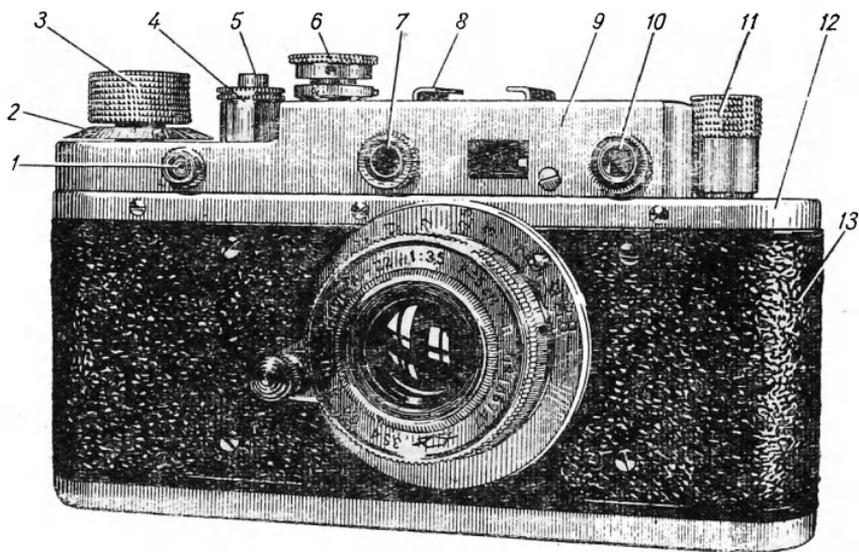
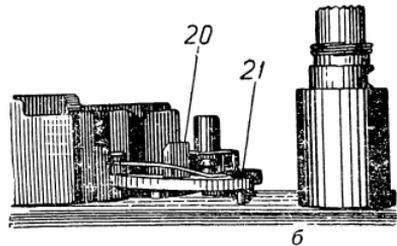
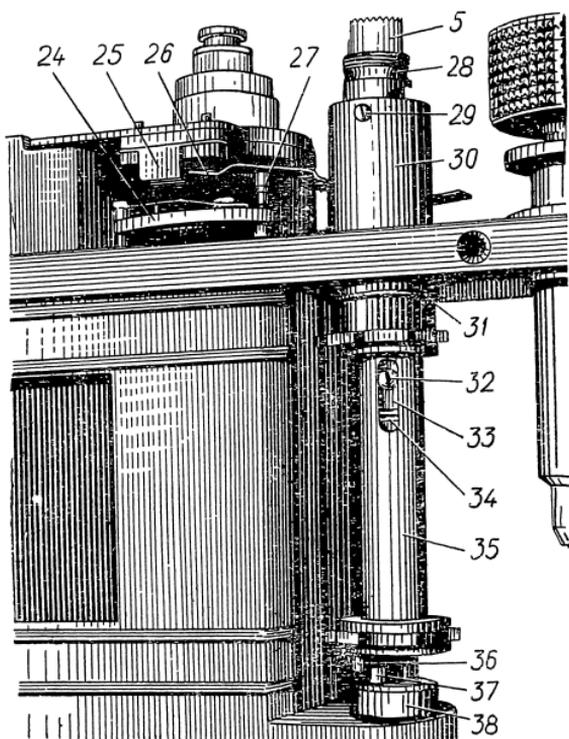
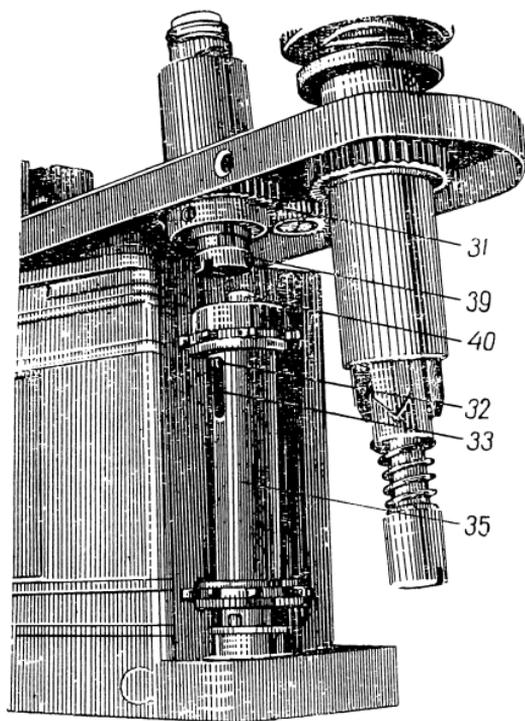

Рис. 148. Фотоаппарат «Зоркий-С»
Рис. 150. Синхроконтакт:
Рис. 152. Механизм выключения ведущего барабана.
Рис. 153. Втулки сцепления ведущего барабана.
Аппарат состоит из штепсельного гнезда 1 (рис. 148), лимба счетчика кадров 2, заводной головки 3, выключателя механизма 4, кнопки спуска 5, головки выдержек 6, клина 7, клеммы 8, верхнего щитка 9, переднего защитного стекла дальномера 10, головки возврата пленки 11, верхней монтажной крышки 12, корпуса 13.
В фотоаппарате «Зоркий» рычаг экспозиции 41 (см. рис. 88) крепится винтом с широкой головкой, под которой находится пружина. Головка выдержек 8 (рис. 78) устанавливается сверху. В аппарате «Зоркий-С» рычаг экспозиции 16 (рис. 150, а) немного выше и винт 14 крепления рычага 16 входит в отверстие головки выдержек 6 (рис. 149). При установке необходимой выдержки затвора головка вращается при неподвижном винте 14. В камере «Зоркий-С» можно устанавливать головку выдержек при незаведенном механизме. В винте 14 сделано сквозное отверстие, в которое при завинчивании вставляется стальная шпилька. Завинчивать винт плоскогубцами нельзя.
Штепсельное гнездо синхроконтакта находится на левой стороне щитка 9 (рис. 148), а контактный механизм и синхрорегулятор — под щитком.
проследить, чтобы рычаг экспозиции 16 (рис. 150, а) нигде не терся о диск 17. Положение кронштейна 18 может быть несколько изменено, так как сделанные в нем отверстия для винтов больше их диаметра.
Во всех системах аппаратов и затворов для замыкания контактов используется деталь, перемещающаяся постоянно на определенный угол или расстояние. В конструкции «Зоркий-С» для этой цели используются диск экспозиции 21 (рис. 150,а) и тормозная защелка 24 (рис. 152).
На диске экспозиции 21 (рис. 150, а, б) установлена стойка 20, которая при срабатывании затвора перемещается
Контакты блокировки замыкаются тормозной защелкой (см. стр. 218). При срабатывании затвора тормозная защелка 24 (рис. 152) опускается и дает возможность опуститься ламели 26 (палец ламели 27 опирается на тормозную защелку), которая размыкается с ламелью 25.
После срабатывания затвора тормозная защелка 24 передвигается вверх и размыкает контакты 25 и 26. Поэтому, несмотря на то, что стойка 21 (рис. 150, а), оставаясь неподвижной, продолжает соприкасаться с изгибом ламели (до очередного завода затвора), электрическая цепь размыкается.
Штепсельное гнездо 1 (рис. 148) соединено с контактным механизмом. Когда на камеру надевается верхний щиток, выступ контакта штепсельного гнезда, укрепленного на щитке, соприкасается с контактной ламелью.
Чтобы устранить неисправность, следует снять верхний щиток 9 (рис. 148) и пронаблюдать за работой стойки 20 (рис. 150, а), установленной на диске экспозиции 21. При срабатывании затвора стойка должна доходить до начала фигурного изгиба контактной ламели. Это и есть нулевое положение.
Если стойка не доходит до начала изгиба ламели или заходит очень далеко, следует взять рукой за подвижный диск 17 и повернуть его до установки контактной ламели в нужное положение. Необходимо проверить надежность установки стойки 20. Иногда стойка получает люфт, и синхроконтат перестает работать совсем либо нарушается его нулевое положение. При этом следует снять контактный механизм, рычаг экспозиции 16 и диск экспозиции 21. Укрепив стойку на диске экспозиции, нужно собрать все детали и узлы и отрегулировать нулевое положение синхрорегулятора. После этого устанавливают верхний щиток 9 (рис. 148) и фиксируют рукоятку синхрорегулятора.
4. Подгорание контактов. При длительном использовании импульсных ламп и особенно ламп-вспышек одноразового действия обгорают контакты (покрываются черным налетом), что вызывает нарушения электрической цепи. В таком случае следует снять щиток 9, осмотреть состояние контактных пружин и стойки 20 (рис. 150, а), зачистить подгоревшие места.
Механизм выключения сцепления ведущего барабана при обратной перемотке пленки (см. стр. 120) конструктивно изменен по сравнению с механизмом камеры «Зоркий», но принцип действия его остался тем же. В аппарате «Зоркий-С» барабан выключается из сцепления с заводной и спусковой шестернями при помощи специального устройства (рис. 152, 153). Внутри ведущего барабана 35 (рис. 152) находится спиральная пружина 34, прижимающая и удерживающая втулку 33 в крайнем верхнем положении. В барабане сделано продольное отверстие, в котором помещена головка винта 32. Соединительная втулка 33, расположенная в верхней части барабана, может передвигаться внутри него в пределах перемещения винта 32, так как винт завинчен в отверстие втулки.
Ведущая шестерня 31 (рис. 153), связанная с помощью других шестерен с заводным механизмом, приводит в движение барабан 35. Шестерня 31 связана с втулкой 39. Пальцы втулки 39 входят в зацепление с пальцами втулки барабана 33 и приводят в движение ведущий барабан 35. Чтобы ведущий барабан получил свободный ход, нужно разъединить между собой втулки, а также пальцы 36 (рис. 152) и 37, соединяющие ведущий барабан с заводной шестерней шторного затвора. Обе операции выполняются поворотом рукоятки выключателя 4 (см. рис. 148).
Рукоятка 4 навинчена на втулку 28 (рис. 152). В косой паз втулки входит торец винта 29. Винт направляет движение втулки, которая при повороте несколько опускается и передает движение стержню 40 (рис. 153) и трубке, расположенным внутри основания 30 (рис. 152). Стержень и трубка выжимают сцепление втулок 33 (рис. 153) и 39 и пальцев 36 и 37 (рис. 152).
Винт 29 (рис. 152) входит в отверстие спусковой кнопки 5. При нажатии на нее выжимается только ось 40 (рис. 153) и спусковая шестерня 38 (рис. 152), а при повороте втулки 28 разъединяются втулки 33 и 39 (рис. 153).
Кроме перечисленных деталей, в механизме выключателя есть спиральная пружина под спусковой кнопкой 5 (рис. 152) и спиральная пружина под втулкой 28. Кроме спусковой пружины, под втулкой 28 расположен стержень и две трубки, одна находится внутри основания 30, а вторая — внутри шестерни 31.
Для разборки верхней части механизма нужно отвинтить только винт 29. Чтобы не потерялись пружины при отвинчивании винта, нужно удерживать кнопку спуска 5 и втулку 28. Чтобы снять ведущий барабан 35, необходимо разобрать шторный затвор и снять корпус затвора. Ведущий барабан крепится винтом к втулке 39 (рис. 153).
Несколько изменен заводной механизм, который стал значительно надежней в работе благодаря удлиненной форме заводной шестерни, которая вращается в специальной трубке. В этом варианте заводная шестерня не может перекоситься или выпасть при снятии заводной головки, так как в фаску оси шестерни упирается торец винта, завинченного в трубку. Чтобы вынуть шестерню, нужно освободить винт. Для установки клеммы универсального видоискателя под щитком 9 (рис. 148) устанавливается специальная прокладка. В спусковой пружине сделан особый вырез, куда входит паз стержня спусковой кнопки.